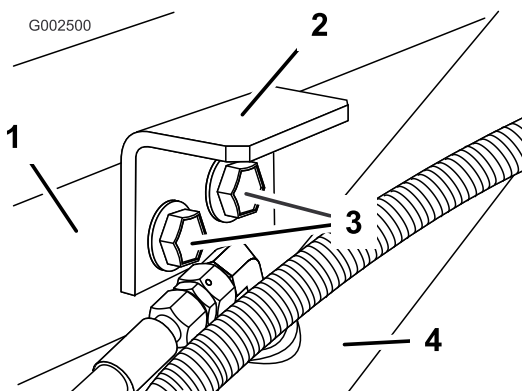

Figura 18
3. Instale los soportes de sujeción usando los dos pernos y tuercas con arandela prensada que retiró anteriormente (Figura 18).